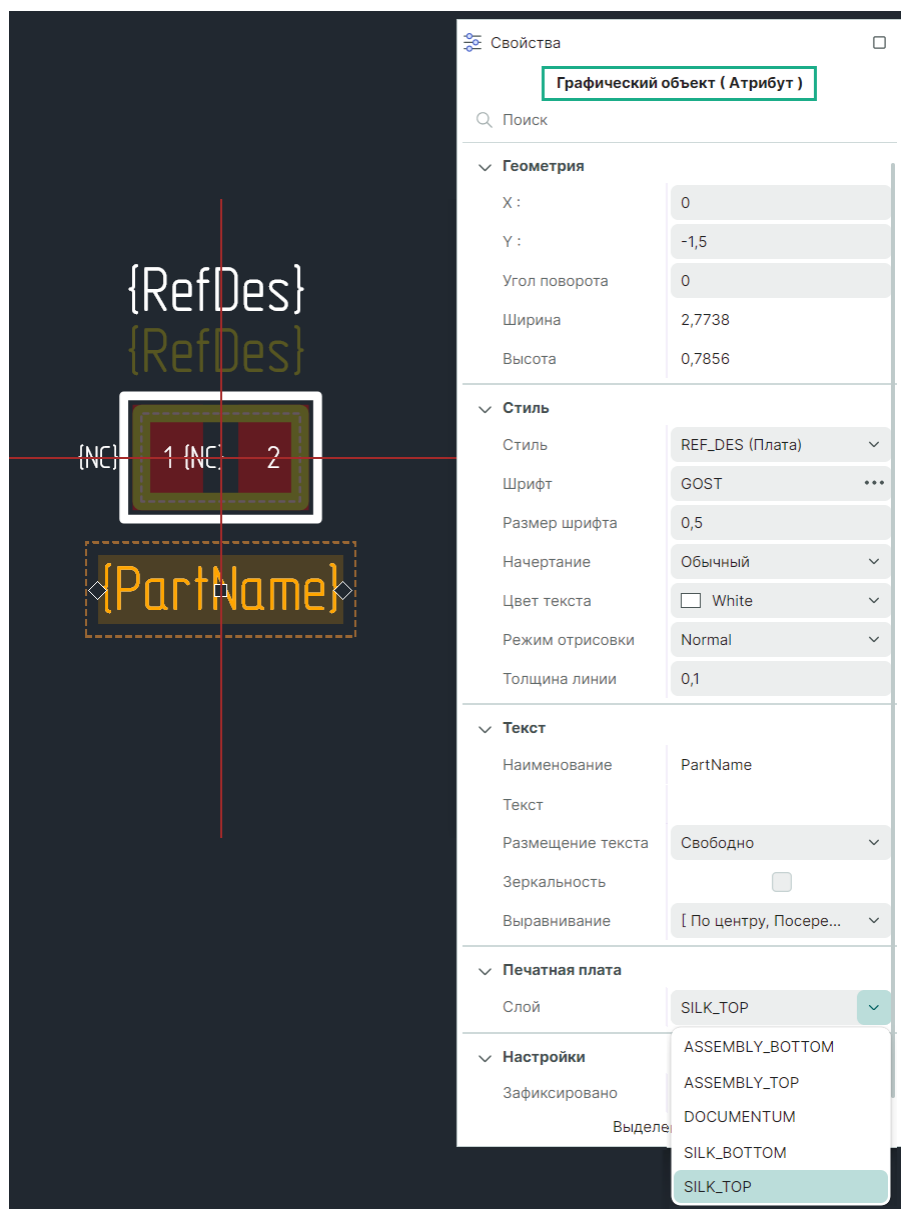

Рис. 115 Свойства размещенного атрибута семейства
5. При выделении размещенного атрибута семейства в функциональной панели «Свойства» отображаются свойства выделенного атрибута, см. Рис. 115.